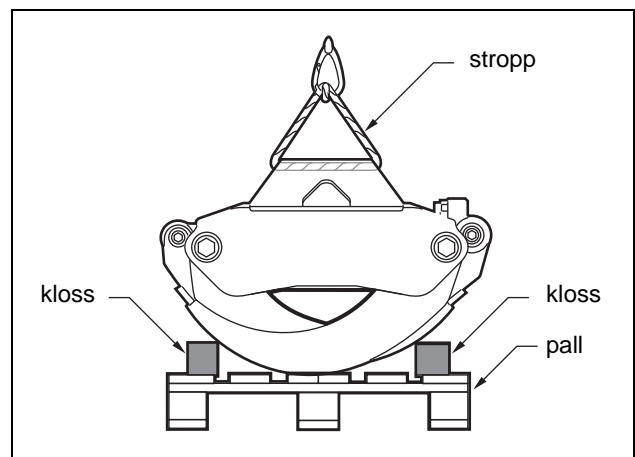

Fig. 12 Uppställning av griparen vid transport eller hantering
Obs! Spika klossar på pallen (underlaget) så att griparen ej rullar av vid transport eller hantering. Vira stropp runt stativet för säkert lyft. *Se Fig. 12.*
1. Placera griparen på stabilt underlag. *Se Fig. 12.*